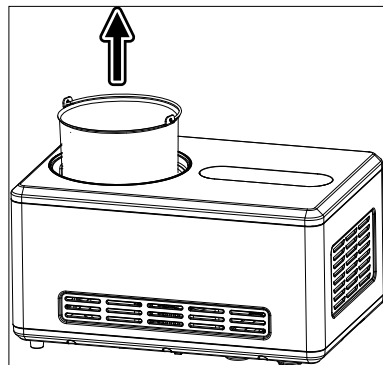

Fig. 5
- ▶ Retirez le couvercle (1) en le tournant dans le sens des aiguilles d'une montre.
- ▶ Enlevez le bol (11) (voir **fig. 5**). Tenez-le par la poignée.
- ▶ Utilisez le bouchon doseur fourni (8) pour mesurer les ingrédients.